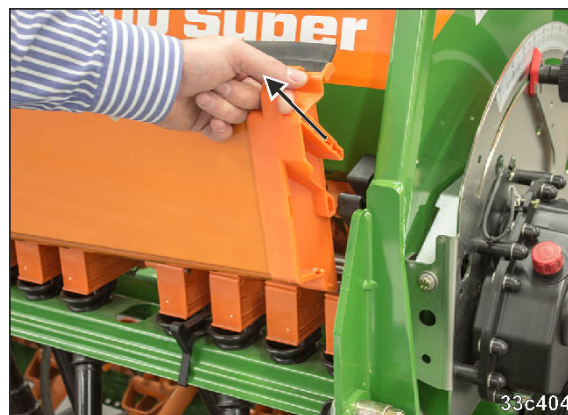

Fig. 165
1. Sortir les augets d'étalonnage (Fig. 165) des supports.